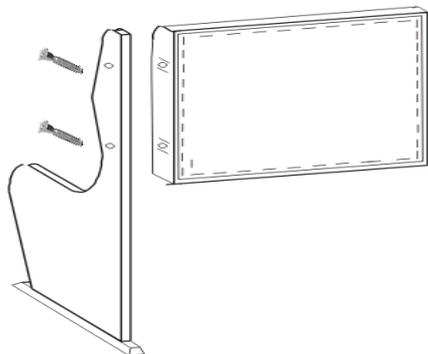

Рис.1
1. Прикрепите прямые спинки (детали 6,7) через отверстия в стойках евроинтами 7 x 70 (рис. 1). Отверстия под крепеж на спинках обозначены скобами.